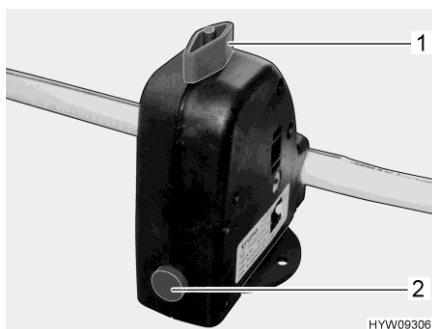

Fig. 148 Válvula de seguridad/purga (Truma)
- Cerrar la válvula de seguridad/purga (Truma). Para ello, girar el botón giratorio (Fig. 148,1) a la posición transversal en referencia a la válvula de seguridad/purga y hundir el botón (Fig. 148,2).